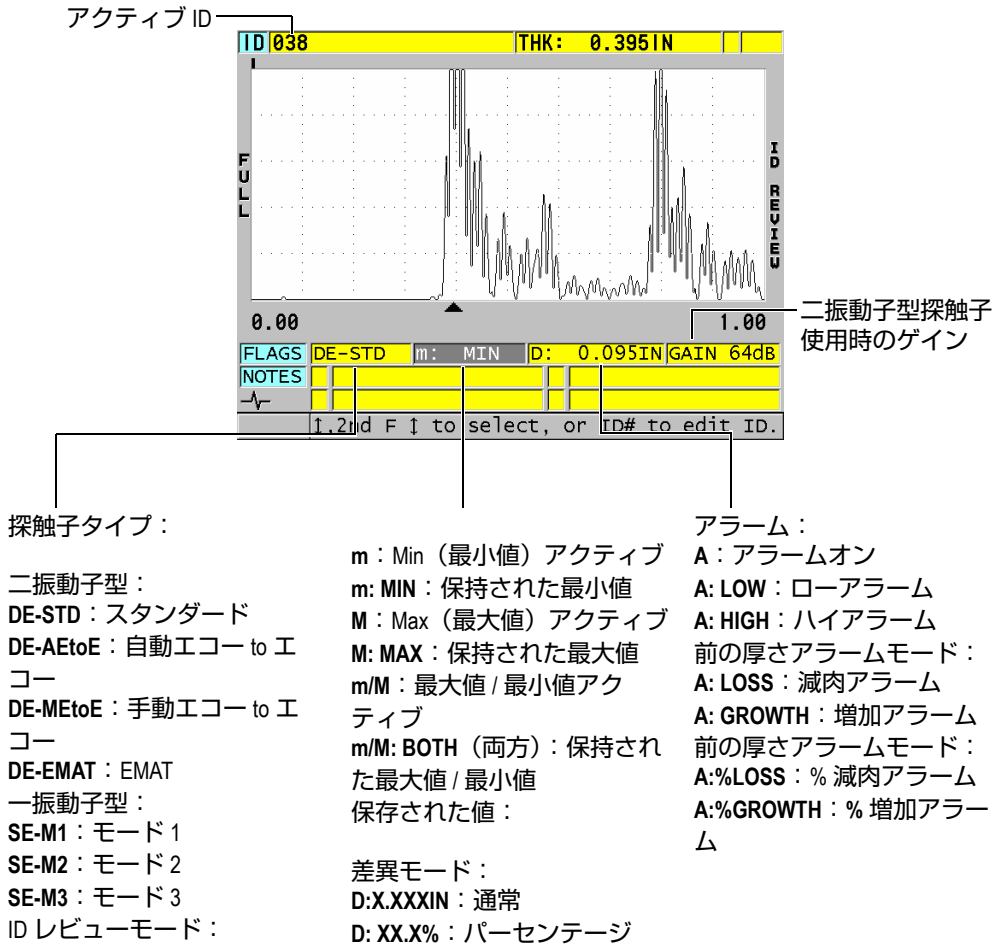

図 11-27 ID レビュー画面の確認
217 ページの図 11-27 に、ID レビュー画面の例を示し、その内容について説明します。波形の下の領域は、表示された保存厚さ値について記述するステータスフラグのために予約されています。フラグは、送信コマンドを使用して厚さ計から送信されるステータスワードと同じ 1 文字の省略形です (261 ページの「通信およびデータ転送の管理」参照)。
3. ID レビュー画面で、以下の操作を行います (217 ページの図 11-27 参照) :